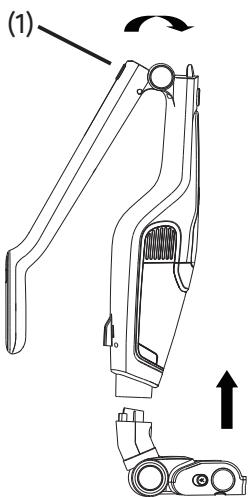
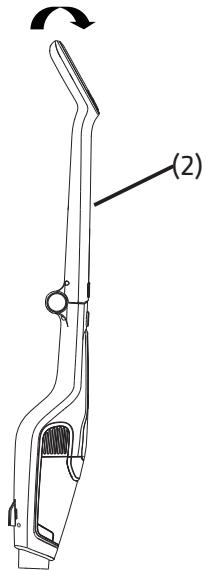

Fig. 3-1a
Fig. 3-1b
Sett gulvbørsten inn i kroppen ved å følge pilen vist i Fig. 3-1a. Når utløserknappen (1) låser på kroppen, dreier man håndtaket (2) og setter det inn i kroppen. Hvis man må folde sammen håndtaket, dreier man håndtakets utløserknapp (1). (Se Fig. 3-1a/Fig. 3-1b)